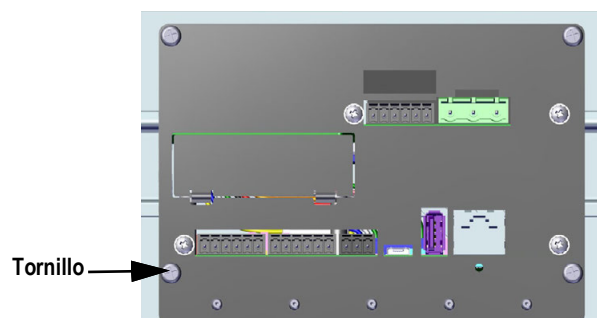

Figura 2-25. Tornillo de la parte inferior de la placa
1. Extraiga el tornillo indicado en la Figura 2-25.